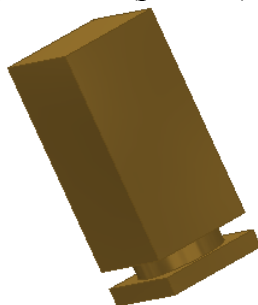

Рис. 8.3. Добавление второй части призмы
3. Постройте вторую часть призмы, выбрав в качестве рабочей плоскости построения верхнее основание цилиндра и спроецировав квадрат на нее с помощью команды «Проецирование геометрии»  (рис. 8.3).